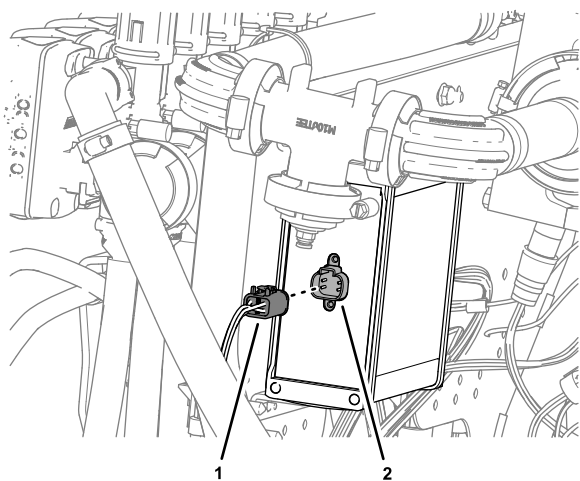

Figura 135
4. Inserite il connettore a 4 prese indicato come AD ASC 10 nel connettore a 4 pin del controller di irrorazione ASC 10 (Figura 135).